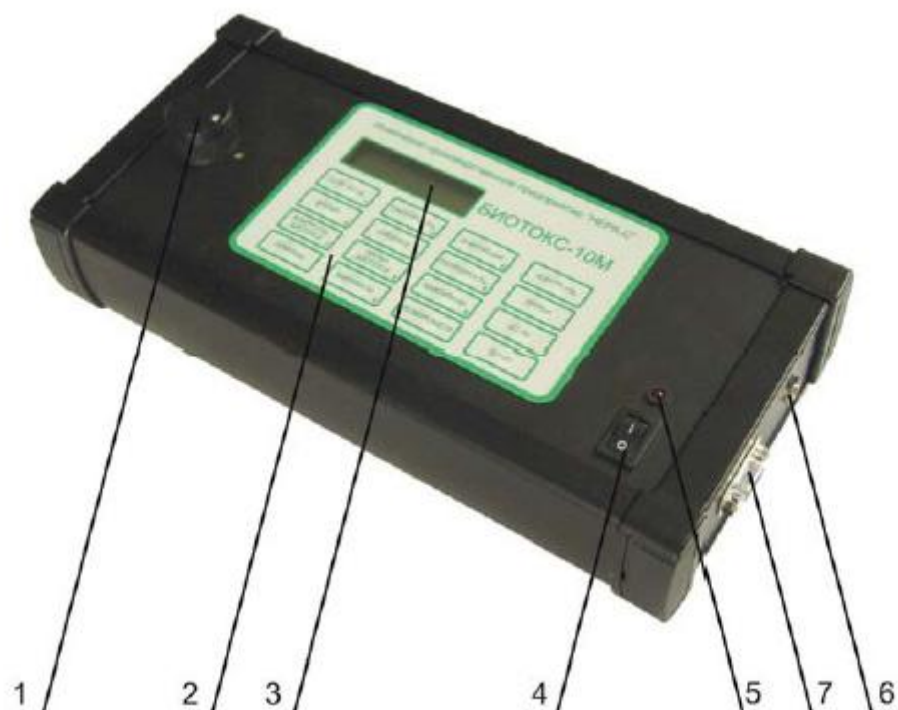

рис. 1
Для измерения люминесценции пробы с биосенсором "Эколюм" используются стеклянные цилиндрические пробирки (D=12.7мм, H=48 мм) многоразового пользования. При измерении токсичности пробирка с пробой и биосенсором вводится в кюветное отделения 1 (см. рис. 1).
Блок обработки базируется на микроконтроллере типа AVR/MCS-51. Информация об интенсивности биолюминесцентного сигнала и о функциональных возможностях прибора выводится на двухстрочный жидкокристаллический дисплей 3 (см. рис. 1). Верхняя строка индикатора (разряды слева) используется для обозначения режимов работы прибора. Правые разряды нижней строки используются для представления результатов измерения
1.4.3. Выбор режимов работы прибора осуществляется нажатием соответствующих клавиш 16 кнопочной панели 2 (см. рис. 1).